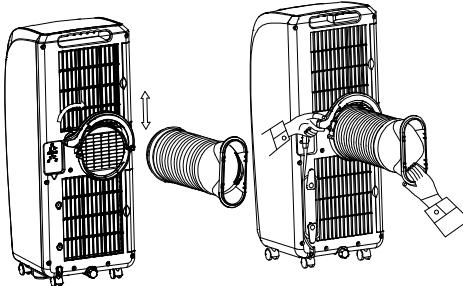

Abb. 5
(1). Halten Sie den Endgriff der C-förmigen Schnalle des Wärmeabgasschlauchs mit der linken Hand und den kurzen Stecker des Wärmeabgasschlauchs mit der rechten Hand fest. Setzen Sie ein Ende des Wärmeabgasschlauchs, das auseinandergezogen ist, auf den Schnappverschluss des unteren Luftkanals Drücken Sie unten mit der linken Hand mit Gewalt auf die C-förmige Schnalle des Wärmeabgasschlauchs, sodass die C-förmige Schnalle des Wärmeabgasschlauchs die Schnappverbindung der hinteren Schale einklemmt (siehe Abbildung 5).
1. Der runde Stecker muss auf der Stufe im Boden des unteren Luftkanals angebracht werden (siehe Abbildung 5).